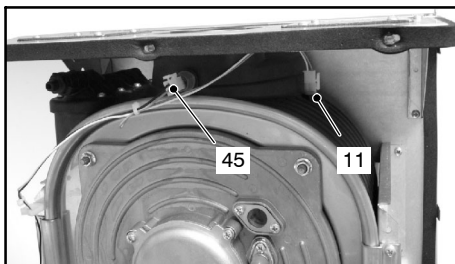

fig. 3.3
**L'intervento del termofusibile 11 in fig. 3.3 implica il blocco di sicurezza, con conseguente ripristino da parte del Centro Assistenza Autorizzato.**
La sonda fumi 45 in fig. 3.3 e il termofusibile 11 in fig. 3.3 sono dei dispositivi di sicurezza.
La sonda fumi 45 in fig. 3.3 interviene quando la temperatura dei fumi supera i 110°C mandando in blocco di sicurezza la caldaia.
Se la sonda fumi 45 in fig. 3.3 non interviene e quindi non manda in blocco di sicurezza la caldaia entra in funzione come ulteriore sicurezza il termofusibile 11 in fig. 3.3